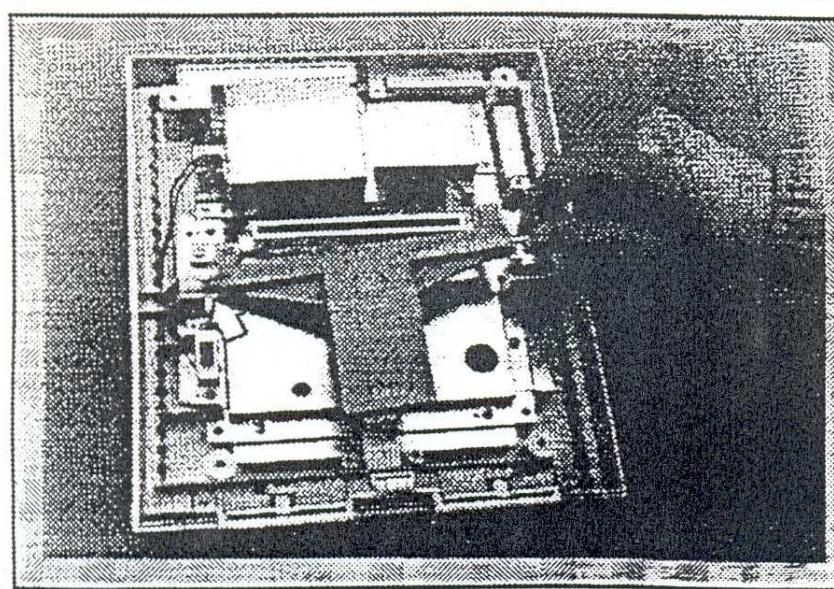

Fig. 6
3. **Mecanismo Ejector do Cartucho:** Levante a barra do ejutor que apóia o mecanismo, para o seu lado, e puxe-o então para fora para direita. Levante o mecanismo para fora da unidade (Fig. 6).